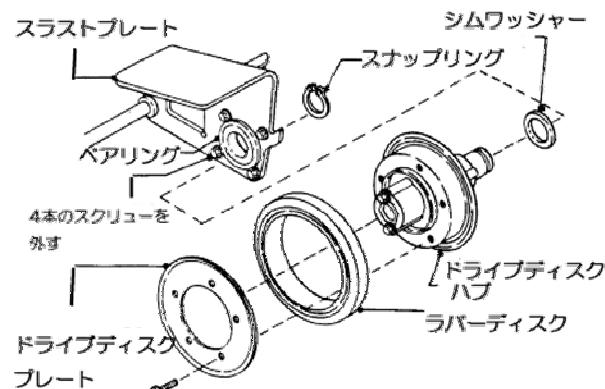

図 6-12B
3. ドライブディスクハブとスラストプレートを固定しているスナップリングを取り外します。（図6-12B）